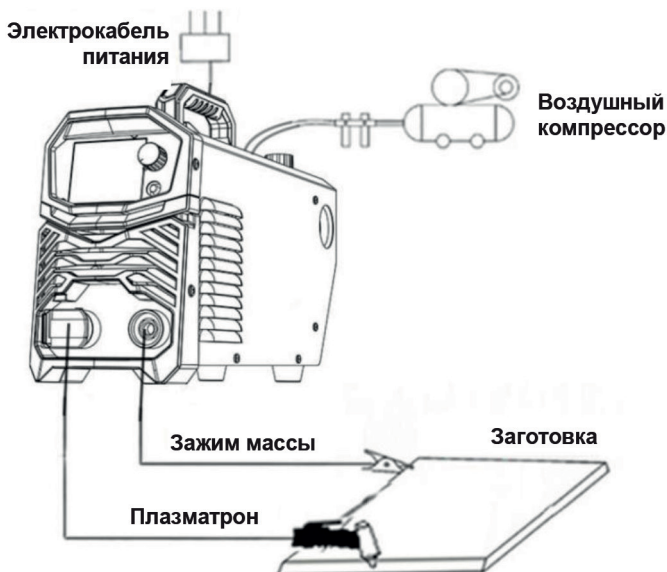

Рис. 5
2. Подключите кабель с зажимом массы к разъему аппарата 4 (рис. 1). Зажим массы закрепите на заготовке (рис. 5).